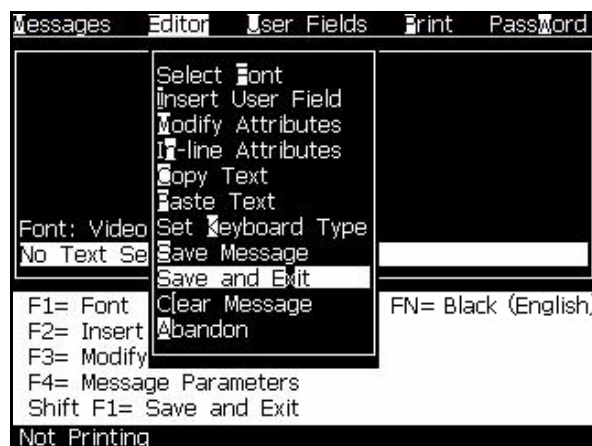

Figura 5-15: Opção Salvar e sair
- Selecione *Salvar e sair* no menu *Editor* (Figura 5-15).